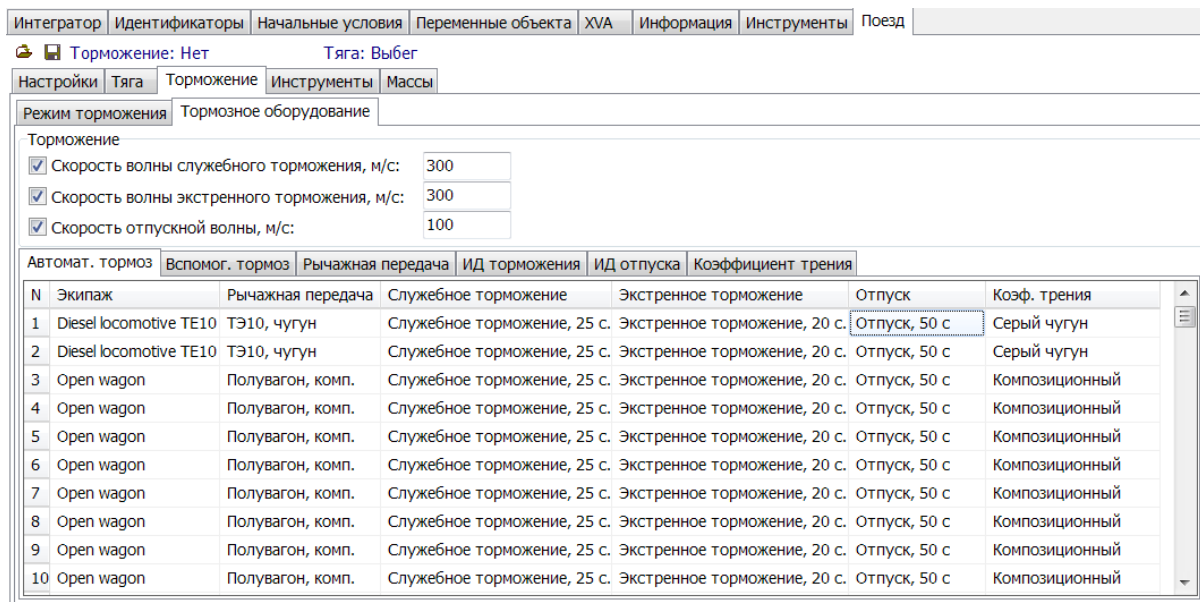

Рис. 15.26. Закладка задания тормозного оборудования
Тормозное оборудование поезда задается в инспекторе моделирования на закладке **Поезд | Торможение | Тормозное оборудование**, рис. 15.26. Группа элементов **Торможение** предназначена для задания параметров распространения волны служебного, экстренного торможения и отпуска. В соответствующих полях задаются скорости распространения волн в м/с. Если скорость распространения волны торможения непостоянна, это можно учесть, задавая участки нулевой силы соответствующей длины для экипажа в его модели силы нажатия. При этом скорость распространения волны надо не учитывать – убрать флажок **Скорость тормозной волны**.
**Автомат. тормоз** – эта закладка предназначена для настройки автоматического тормоза, рис. 15.26. Здесь созданные модели рычажной передачи, индикаторных диаграмм торможения и отпуска, а также коэффициентов трения назначаются экипажам поезда. Так, например, если необходимо задать режим торможения для поезда, который тянут однотипные локомотивы, и все вагоны одинаковые, то для всей модели поезда достаточно создать по две модели коэффициентов трения и рычажной передачи – по одной для локомотивов и вагонов, а также создать индикаторные диаграммы торможения и отпуска, которые, как правило, зависят от типа применяемого воздухораспределителя и могут быть одинаковы и для вагонов и для локомотивов. В случае, если на всем поезде используются колодки одного типа, то необходимо создать только одну модель коэффициента трения и назначить ее всем экипажам. При этом модели для всех основных материалов, применяемых при изготовлении колодок (серый чугун, высокофосфористый чугун и композиционный материал), уже созданы. Для изменения модели необходимо дважды щелкнуть левой кнопкой мыши в соответствующем поле. Перечисленные модели выбираются из списков, сформированных на закладках **Рычажная передача**, **ИД торможения**, **ИД отпуска** и **Коэффициент трения**.